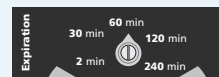

Figure 2 : Réglage du délai d'attente
9. Réglez le bouton du délais d'attente (réinitialisez le temps après un déclenchement de sous-charge) dans la position souhaitée (voir Figure 2).